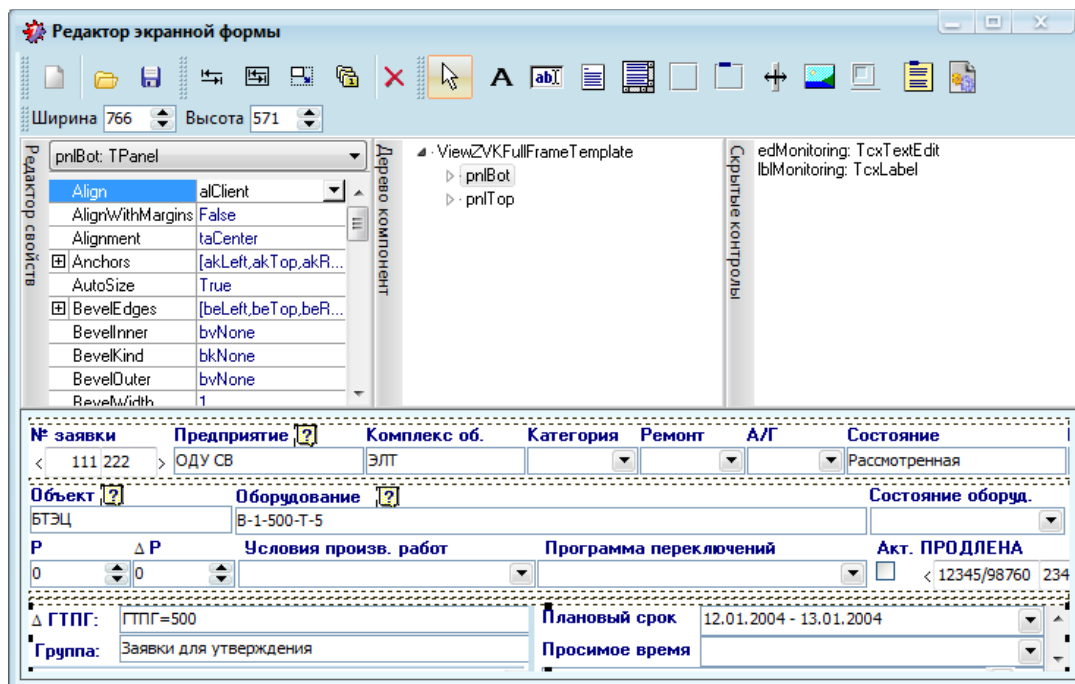

Рисунок 8.82 – Форма «Редактор экранной формы»
- 3) В открывшейся форме «Редактор экранной формы» (Рисунок 8.82) отредактировать шаблон (подробное описание наборов компонентов экранных форм представлено в документе «Руководство разработчика. Экранные формы»).